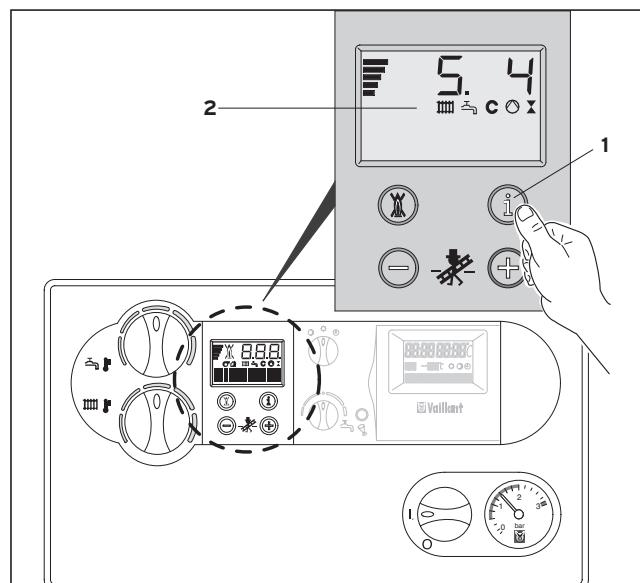

Рис. 3.9 Индикация состояния
3.5 Режим индикации состояния аппарата (рис. 3.9) (для специалистов выполняющих техническое и сервисное обслуживание)
- Режим индикации состояния включается нажатием клавиши "i" (1).
- На дисплее (2) отображается актуальный режим в виде кода состояния, например, "S.4" - работа горелки. Значение наиболее важных кодов состояния приведены ниже, в таблице 3.1.